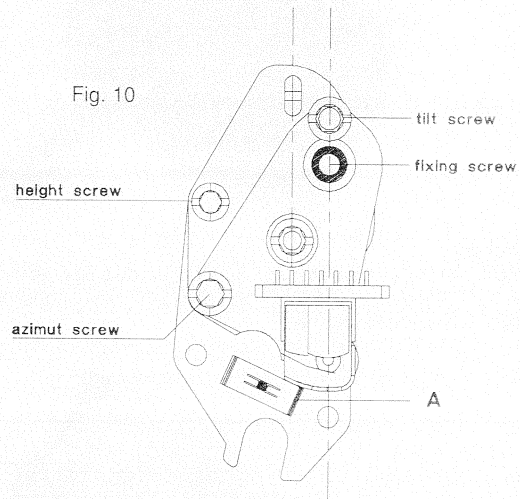

Fig. 10
- Die Befestigungsfeder (A) (Fig. 10) und die beiden Stecker abziehen.